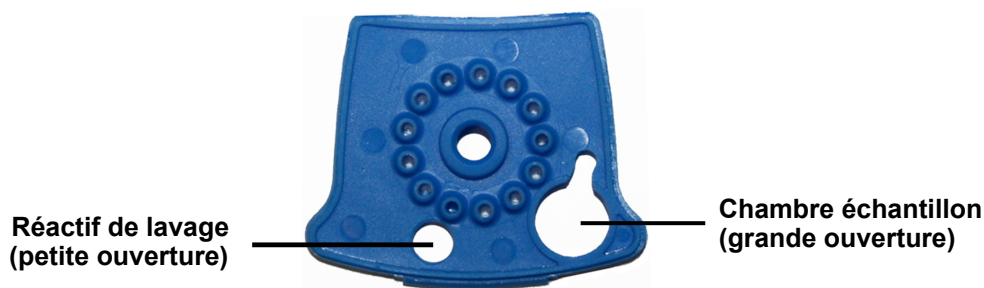

Figure 1. Cartouche Xpert BCR-ABL Ultra (vue de dessus)
3. Ouvrir la cartouche en soulevant son couvercle et transférer la totalité du contenu de l'ampoule de réactif de lavage (1) dans la chambre de réactif de lavage (avec la petite ouverture). Voir la Figure 1.
4. Pipeter le contenu tout entier de l'échantillon préparé dans la chambre à échantillon (grande ouverture). Voir la Figure 1.